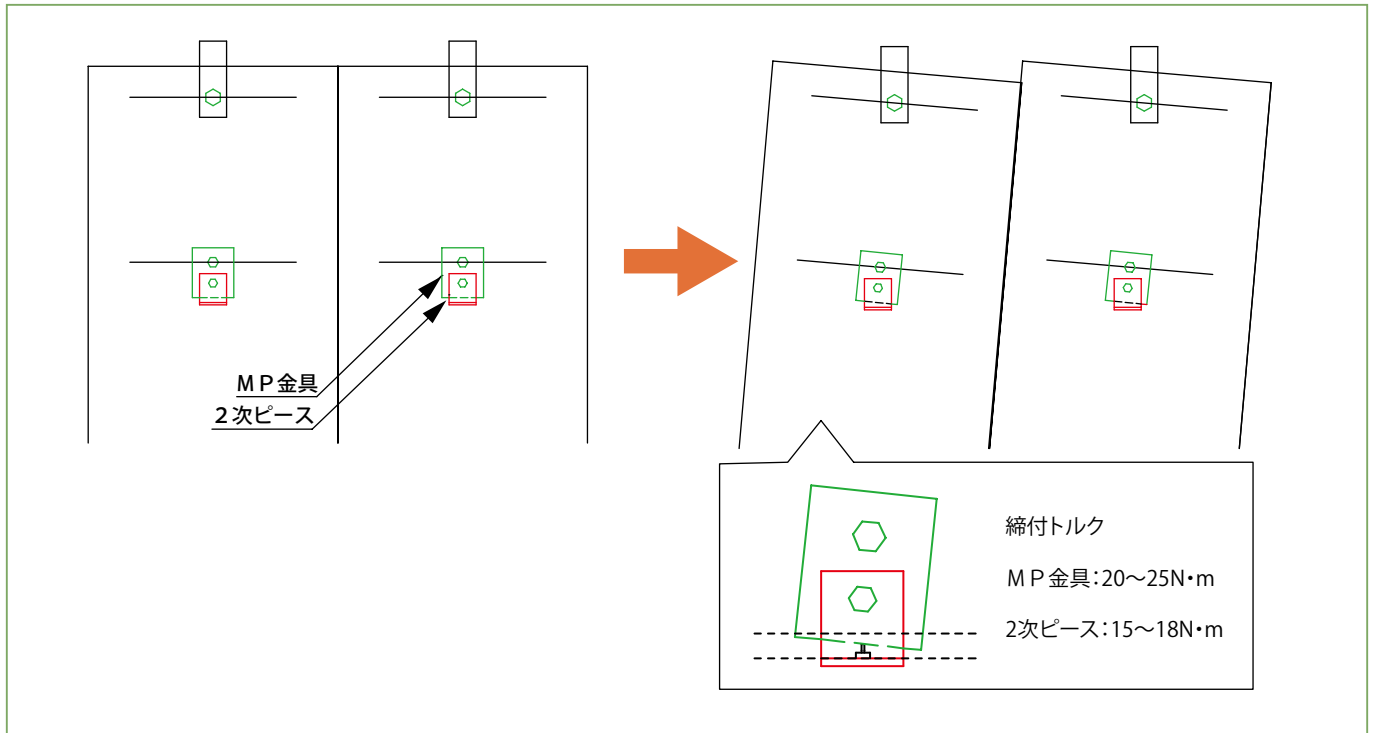

図5
- (10) 躯体変形時にはMP 金具と2 次ピースの間で回転して追従します (図5 参照)。よってこの変形時にスパンドレルが追従可能となるような納まりにしてください。
- (11) 胴縁の1 本当たり長さはALC パネルのロッキングを阻害しないようL=3000mm 以下に制限します。
- (12) 仕上げ材は、ALC パネル壁面を定期的に見視確認出来るようにするために、部分的に取り外し出来るようにするなど、メンテナンス等を考慮した納まりにしてください。
- (13) 日射等による温度ムーブメントを考慮し、以下の算定式を参考にし、スパンドレルの長さ方向に対し、2 次ピースにルーズ孔を設ける等の対応をお願いします。
- (14) MP ファスナー部の強度検討等を 1 件ごとに行います。納まり等が分かる詳細図を元請様を通じ、旭化成建材営業担当者へご送付ください。